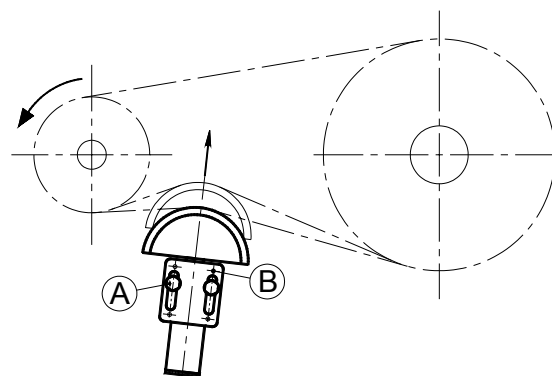

fig 1
I tenditori Ten Bloc sono fissati alla carpenteria della macchina mediante viti M8 pos (A) di fig.1, che sono inserite in asole di larghezza 9mm presenti sul corpo.
Su uno dei due lati del corpo scatolare sono presenti, inoltre, quattro nicchie che fungono da centrini nel caso in cui l'utilizzatore volesse forare il corpo per incrementare il fissaggio del tenditore mediante spine o viti M6 pos (B) di fig.1.
Ten Bloc tensioners are fixed to the structure of the machine by M8 screws, positioning (A) of figure 1, that are put in slots with length 9mm present on the body.
On one of the two sides of the box body there are also four hollows that can be used as marks if the user want to drill the body in order to increase the fixing of the tightener by pins or M6 screws, positioning (B) of figure 1.